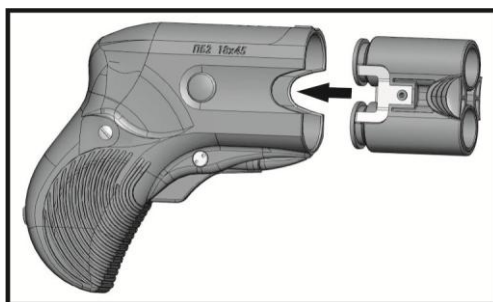

Рисунок 3 – Установка кассеты в оружие
6.2.3 Удерживая правой рукой оружие, левой вставьте снаряженную кассету (см. рисунок 3) до щелчка фиксатора, ориентируя её донной частью установленных патронов к оружию. При необходимости нажмите на кнопку фиксатора до установки кассеты.
Для надёжной работоспособности оружия, кассету рекомендуется вставлять ориентируя фиксатором патронов со стороны надписи «ПБ2 18x45»! (см. рисунок 3)